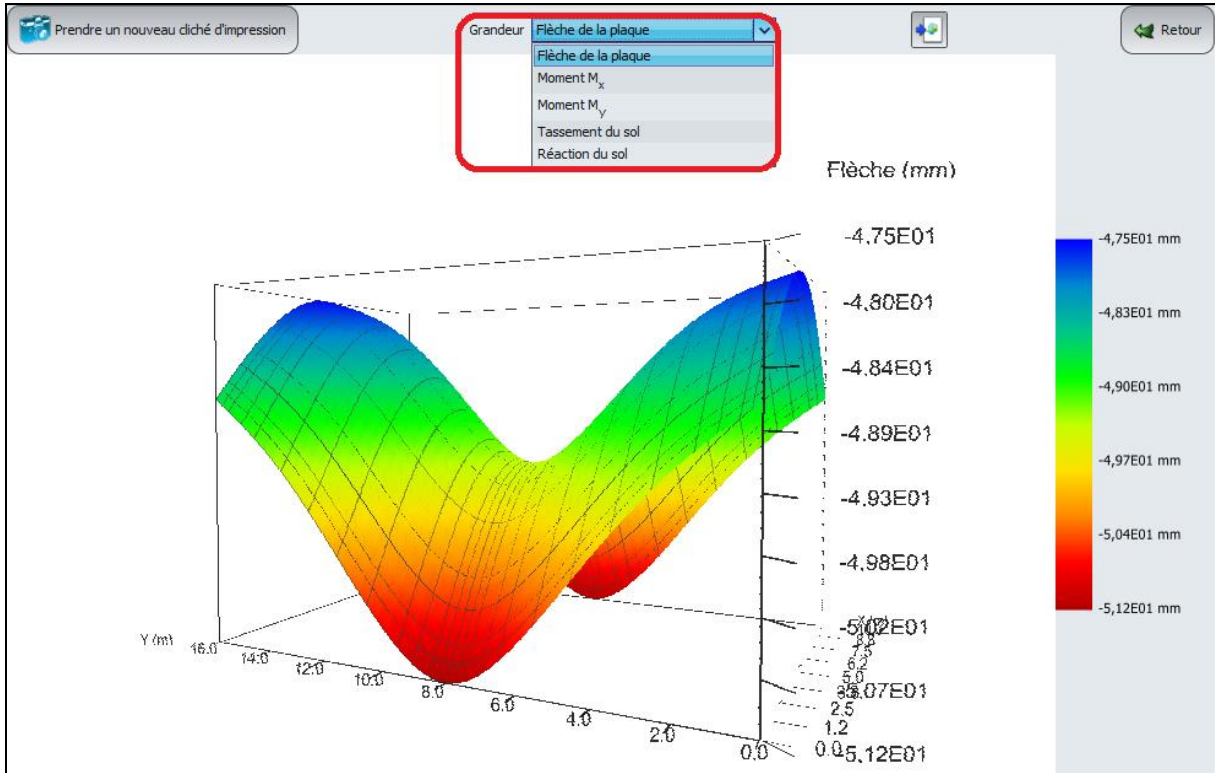

Figure C.57 : Exemple d'affichage graphique de type 'Graphique 3D' (module Tasplaq)
- le **Graphique 3D** (cf Figure C.57) disponible sous le module Tasplaq.